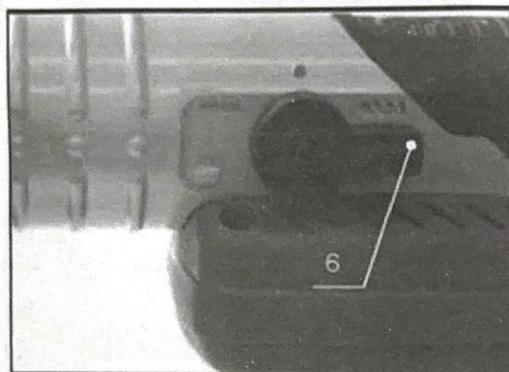

Рис. 4
Для того, чтобы установить режим сверление с ударом, необходимо рычаг (поз.6. рис.4) ударного механизма повернуть на символ «сверло».
- Для того, чтобы установить режим удара, необходимо рычаг (поз.6. рис.4) ударного механизма повернуть на символ «долото».